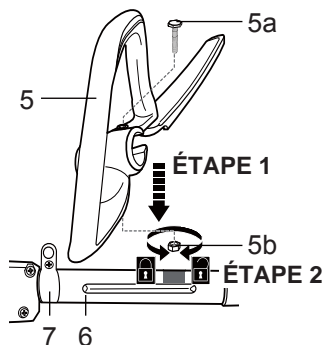

Fig. 7
- > Alignez la poignée auxiliaire [5] avec le tube du haut [6] et emboîtez-la sur le tube par le côté (Fig. 7, étape 1). La cheville située à l'intérieur de la poignée auxiliaire [5] doit venir s'insérer dans la rainure située sur le tube du haut [6].
- > Vissez l'écrou [5b] sur le boulon [5a] par en dessous, et serrez-le légèrement avec la clé [21] (Fig. 7, étape 2).